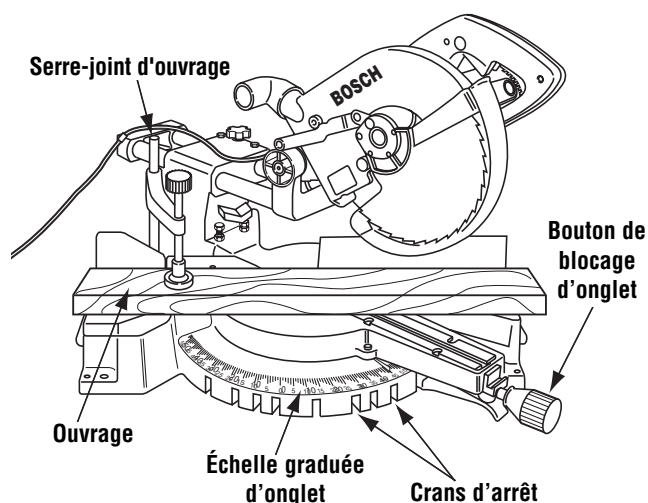

Figure 29. Coupe à l'onglet
1. Desserrez le bouton de blocage d'onglet. Soulevez la gâchette du cran d'arrêt d'onglet et déplacez la scie à l'angle désiré, en utilisant soit les crans d'arrêt soit l'échelle graduée d'onglet. Serrez le bouton de blocage d'onglet (Figure 29).